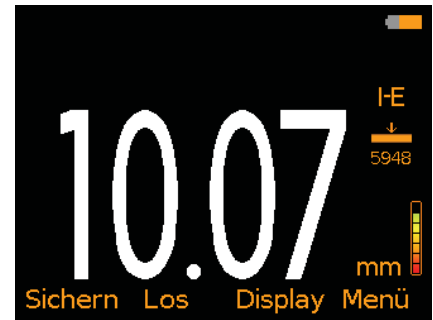

Bild 1: Messwerte
- **Messwerte (Bild 1):** Der Messwert wird angezeigt.